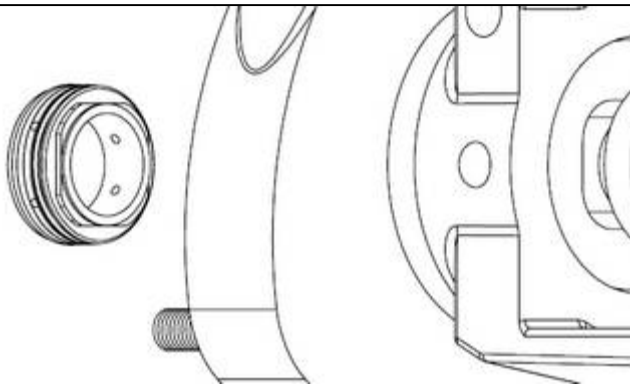

Abb. 12
4. Schieben Sie die stationäre Dichtung (Vierkant zuerst!) auf die Welle und in das Gehäuse hinein (Abb. 12).